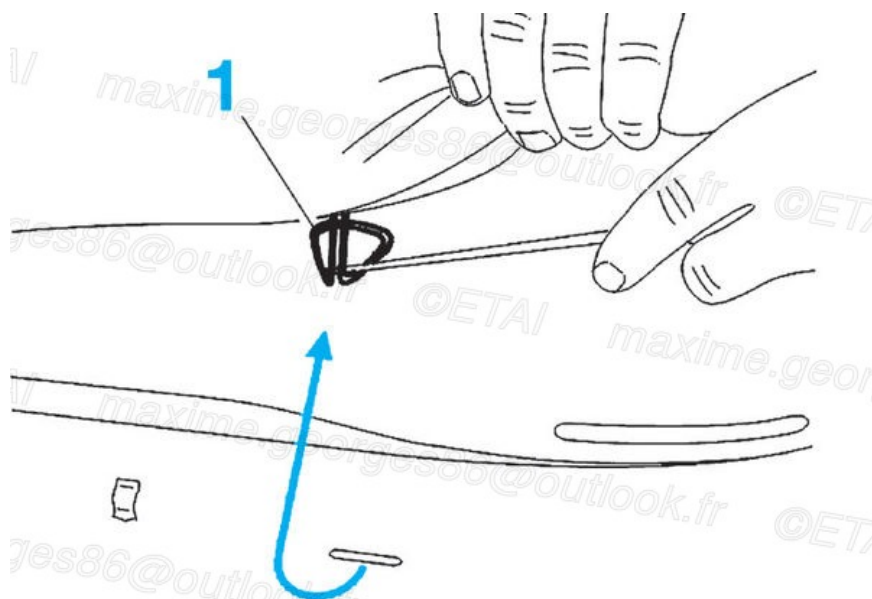

Fig.49
- Dégrafer la fixation (1) de l'assise du siège arrière puis la déposer (**Fig.49**) (/media/LEA/CAR_LEA_463/RTA714A-011-049X.jpg).